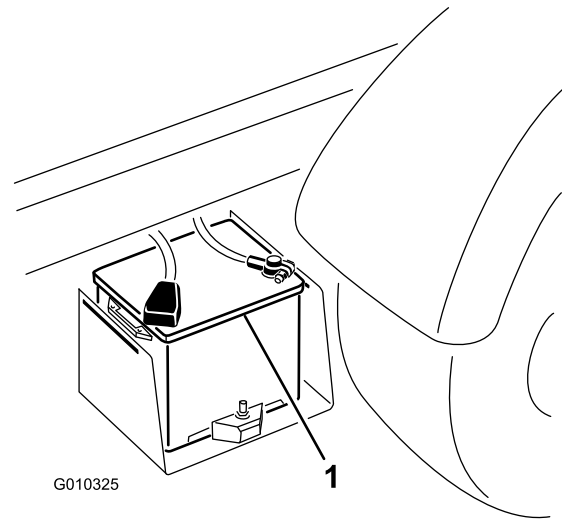

Figura 48
2. Conecte un cable de batería entre los bornes positivos de las dos baterías (Figura 48).